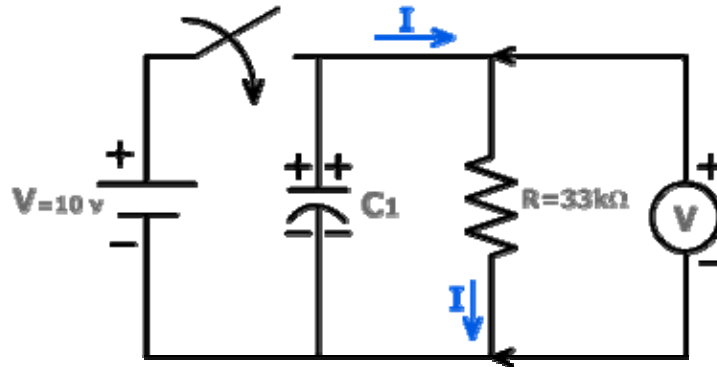

Figura 7.1
- b. Monte el circuito de la figura 7.1, con la fuente de alimentación DC en serie con el condensador C_1 (inicialmente la fuente debe marcar $V = 0 \text{ volt}$).